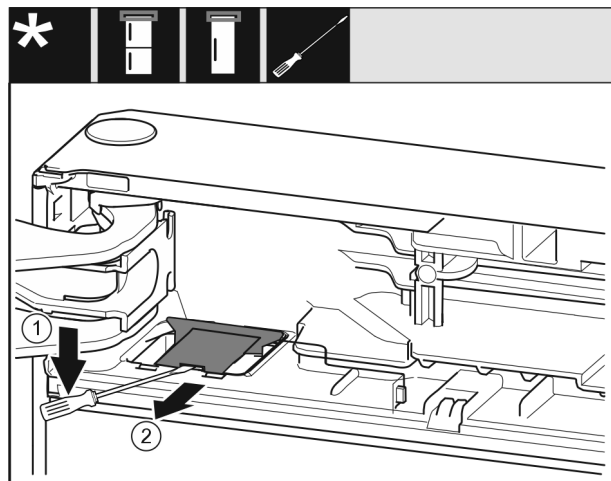

Fig. 11
- Disinnestare il coperchio con un cacciavite a testa a intaglio e sollevarlo. Fig. 11 (1)
- Estrarre la copertura. Fig. 11 (2)